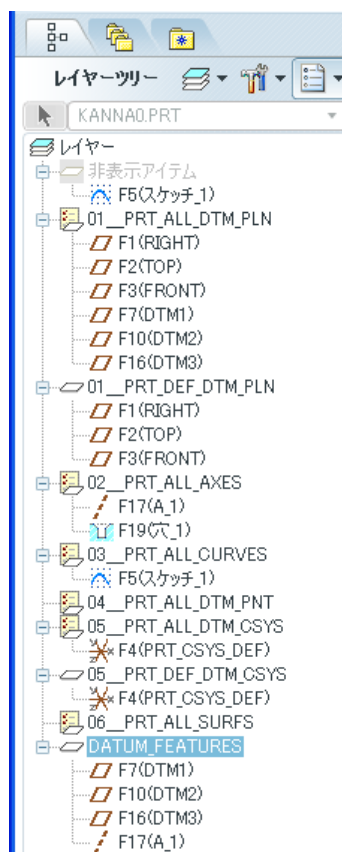

図 4-89 拡張をしたレイヤーツリー
- ・ ナビゲーターの「表示」の「全拡張」をクリックすると図 4-89 に示すように、レイヤーツリーにすべてのフィーチャーの操作履歴を配列表示することができる。